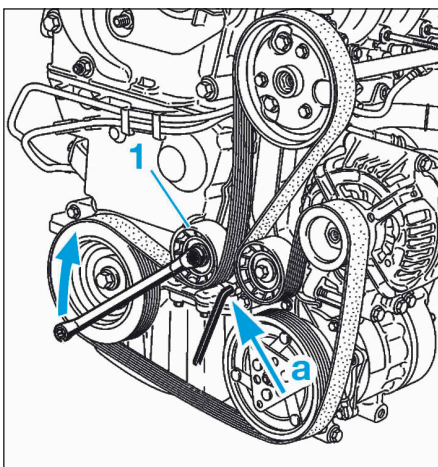

FIG.9
- Pivoter le galet tendeur (1) dans le sens horaire (Fig.9).